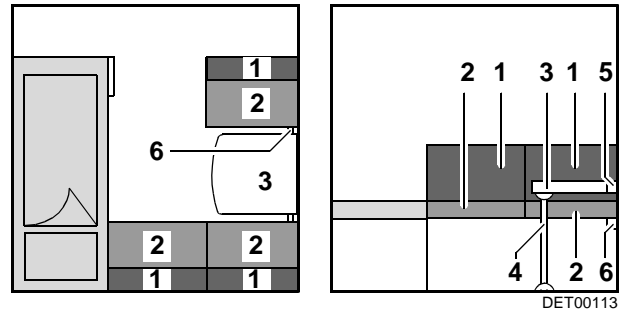

Fig. 69 Antes de la transformación
- Desplazar la mesa (Fig. 69,3) 45° hacia arriba y extraer el listón de sujeción de mesa superior (Fig. 69,5).
- Retirar el pie de la mesa (Fig. 69,4).
- Meter el listón (Fig. 69,6) o tirarlo hacia el centro. El listón está en la posición correcta si apoya el tablero de mesa directamente detrás del alojamiento para la pata de mesa.